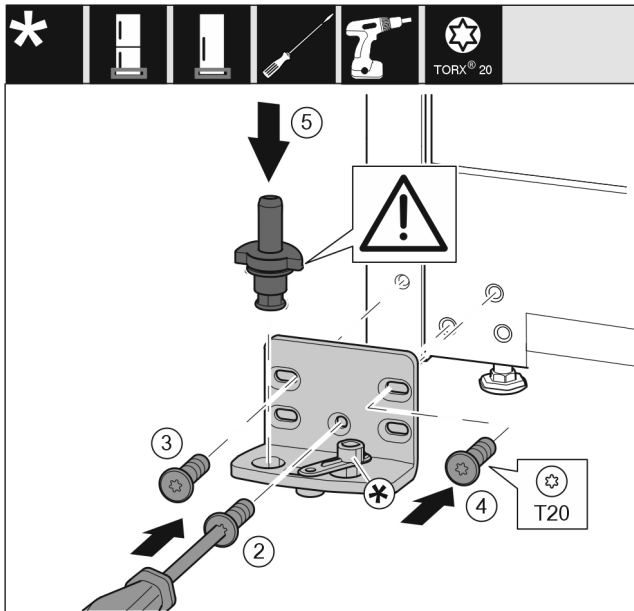

Fig. 18
- ▶ Helyezze fel a csapágybakot a másik oldalra, és csavarozza fel csavarhúzóval. Kezdje alul, a középső csavarral Fig. 18 (2).
- ▶ Húzza meg a csavart Fig. 18 (3) és a csavart Fig. 18 (4).
- ▶ Helyezze be teljesen a csapszeget Fig. 18 (5). Ügyeljen közben arra, hogy a reteszelő bütyök hátrafelé mutasson.